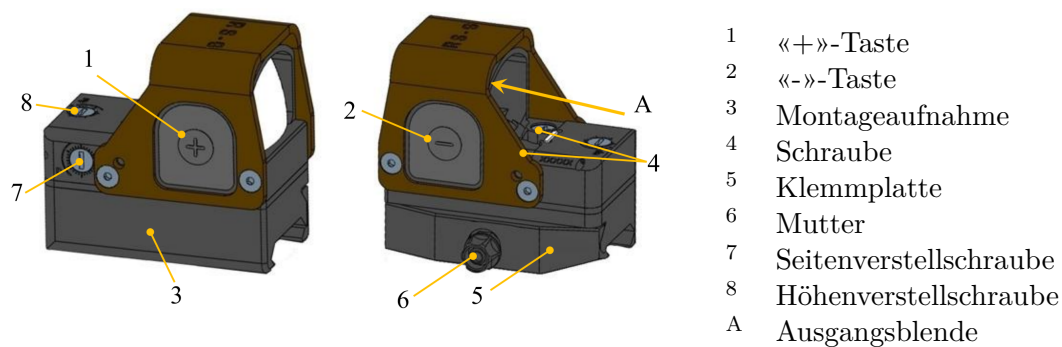

Abbildung 1: Aufbau des RS-B
Die Gesamtansicht des Visiers ist in Abbildung 1 dargestellt.
- Lösen Sie die beiden Schrauben (4) (Abbildung 1) und nehmen Sie den oberen Teil des Visieres von der Halterung (3) ab
- Setzen Sie den oberen Teil des Visiers auf Montierung (3) (Abbildung 1) und schrauben Sie die Schrauben (4) bis zum Anschlag ein
- Überprüfen Sie die Funktionsfähigkeit des Visiers, indem Sie es einschalten (halten Sie die in Abbildung 1 gezeigte «+»-Taste 1 Sekunde lang gedrückt). Vergewissern Sie sich, dass das leuchtende Absehen in der Ausgangsöffnung A des Visiers betrachtet werden kann.
- Lösen Sie die Mutter (6) (Abbildung 1)
- Setzen Sie das Visier auf die Picatinny-Schiene der Schusswaffe, so dass die Klemmplatte (5) über ihre gesamte Länge engen Kontakt mit der Picatinny-Schiene hat
- Mutter (6) bis zum harten Anschlag anziehen
- Um das Visier von der Picatinny-Schiene zu entfernen, lösen Sie die Mutter (6) und nehmen Sie das Visier von der Picatinny-Schiene
Schalten Sie das Visier ein, indem Sie die «+»-Taste drücken und 1 Sekunde lang gedrückt halten (Abbildung 1). Vergewissern Sie sich, dass das leuchtende Absehen in der Ausgangsöffnung A des Visiers sichtbar ist.
- Inspektion der Schrauben (7) und (8) des Verstellmechanismus
- Inspektion der Funktionsfähigkeit des Visiers. Schalten Sie das Visier ein, indem Sie die «+»-Taste für 1 Sekunde Drücken und Halten (Abbildung 1). Vergewissern Sie sich, dass das Leuchtpunkt Absehen in der Ausgangsöffnung (A) des Visiers betrachtet werden kann.